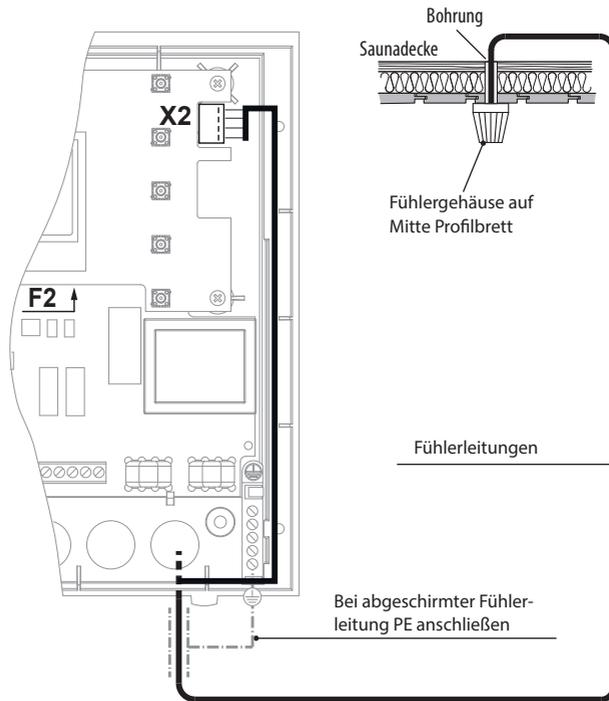
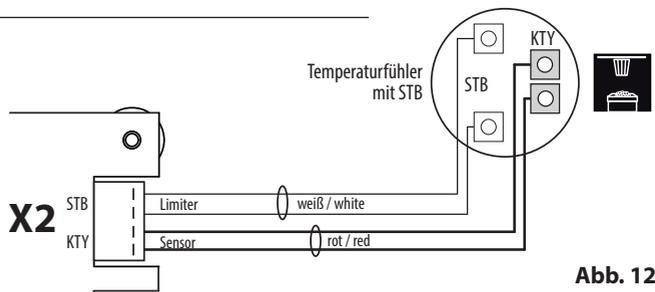

Abb. 11
Abb. 12
5. Föhren Sie die Föhlerleitungen zum Steuergerät und föhren sie durch die rechte Kabeleinföhung in das Gerät. Verlegen Sie die Föhlerleitungen innerhalb des Steuergerätes wie in Abb. 11 gezeigt. Schließen Sie die Föhlerleitungen gemäß Abb. 12 an. Hierzu wird der Stecker X2 von der Platine abgezogen und nach dem Anschließen wieder eingesteckt.